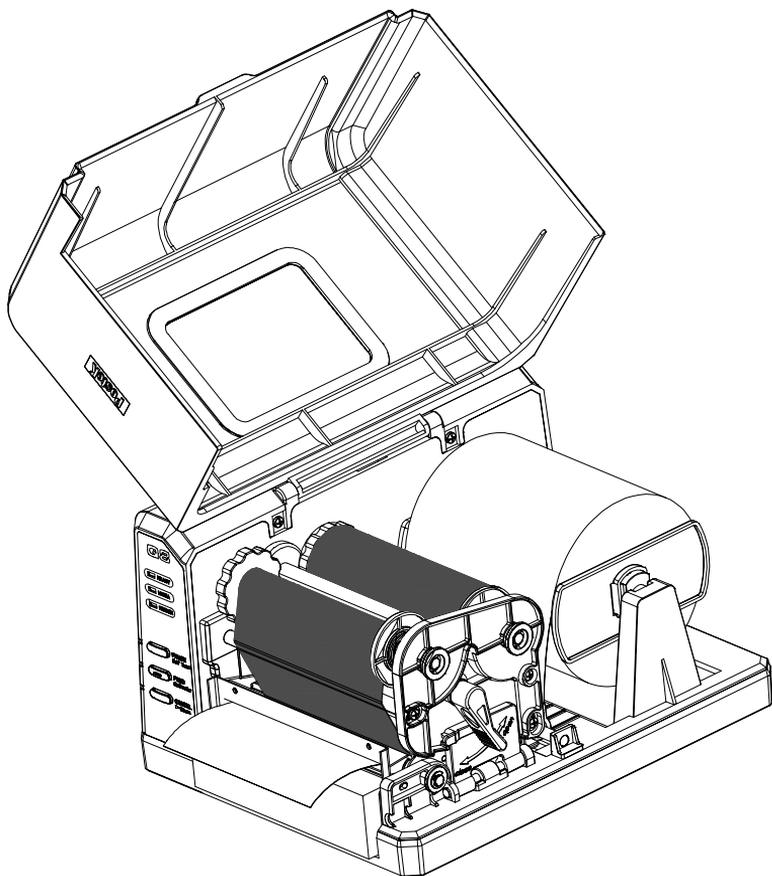

图 6-7
8. 向 OPEN 方向旋开手柄，掀开打印头模组扣板，并将标签穿过切刀，然后合上打印头模组扣板，向 CLOSE 方向旋紧手柄，纸卷安装完成。（图 6-7）